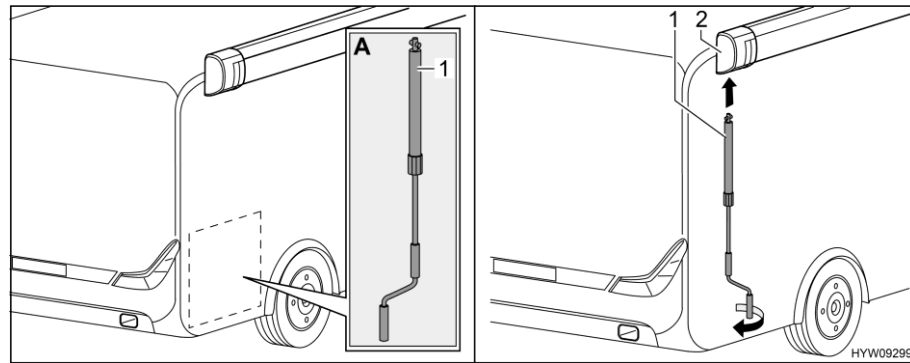

Fig. 14 Instalar la manivela
- Sacar la manivela (Fig. 14,1) del garaje trasero (Fig. 14,A).
- Encajar la manivela en el enganche de bayoneta (Fig. 14,2) del toldillo.